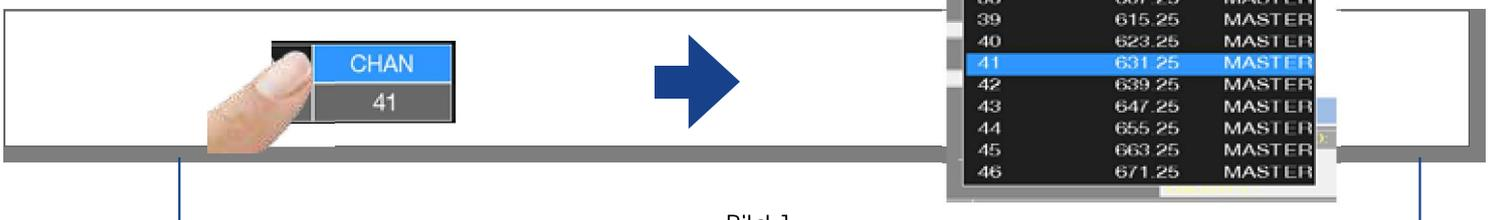

Bild 1
- Wählen Sie mit dem Drehrad das gewünschte Menü (Bild 1)
- Wählen Sie mit dem Drehrad den gewünschten Menüpunkt (Bild 1)
- Navigieren Sie mit dem Drehrad auf das Frequenzfeld (FREQ) (Bild 1)
- Berühren Sie einen Wert im Menü (Bild 1)
- Berühren Sie einen Wert oder Parameter um das "Drop-Down" Menü aufzurufen (Bild 1)
- Berühren Sie FREQ um das "INSERT FREQ" Menü aufzurufen (Bild 1)